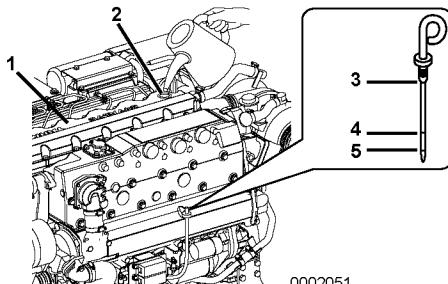

Figura 4
2. Extraiga la varilla de nivel de aceite (**Figura 4, (3)**) y límpiela con un trapo limpio.
4. Extraiga la varilla de nivel de aceite. El nivel del aceite debe estar entre las líneas superior (**Figura 4, (4)**) e inferior (**Figura 4, (5)**) de la varilla de nivel de aceite.
1. **AVISO:** Evite que el polvo y los residuos contaminen el aceite del motor. Limpie cuidadosamente la varilla de nivel de aceite, el tapón de la boca de llenado y la zona próxima, antes de retirar el tapón. Retire el tapón amarillo de la boca de llenado de aceite (**Figura 4, (2)**) que se encuentra en la parte superior de la tapa de balancines (**Figura 4, (1)**) y rellene con aceite de motor.
2. Llene con aceite de motor hasta el límite superior (**Figura 4, (4)**) de la varilla de nivel de aceite (**Figura 4, (3)**). Inserte totalmente la varilla de nivel de aceite para comprobar el nivel. **AVISO:** No llene NUNCA en exceso el motor con aceite de motor.
- "Total" es la cantidad total cuando se llega al límite superior (**Figura 4, (4)**) de la varilla de nivel de aceite.
- "Efectiva" es la diferencia entre la cantidad de aceite en el límite superior y la cantidad en el límite inferior (**Figura 4, (5)**).
3. Apriete el tapón de la boca de llenado (**Figura 4, (2)**) con la mano.